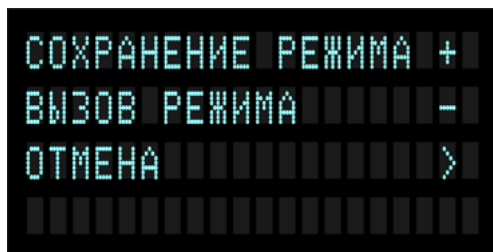

Рисунок 7 – Меню управления сохранением текущего режима
5.3.9 Комбинация (одновременное нажатие) кнопок «**AUTO**» и «>» вызывает меню управления сохранением текущего режима (Рис. 7).